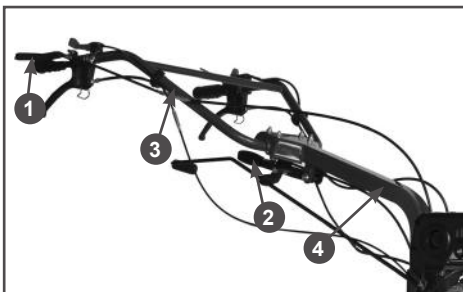

Рис.4 Установка рабочих рукояток
9. Установите рабочие рукоятки 3 на раму 4 мотоблока (Рис. 4). Отрегулируйте положение рукояток по высоте и углу поворота.